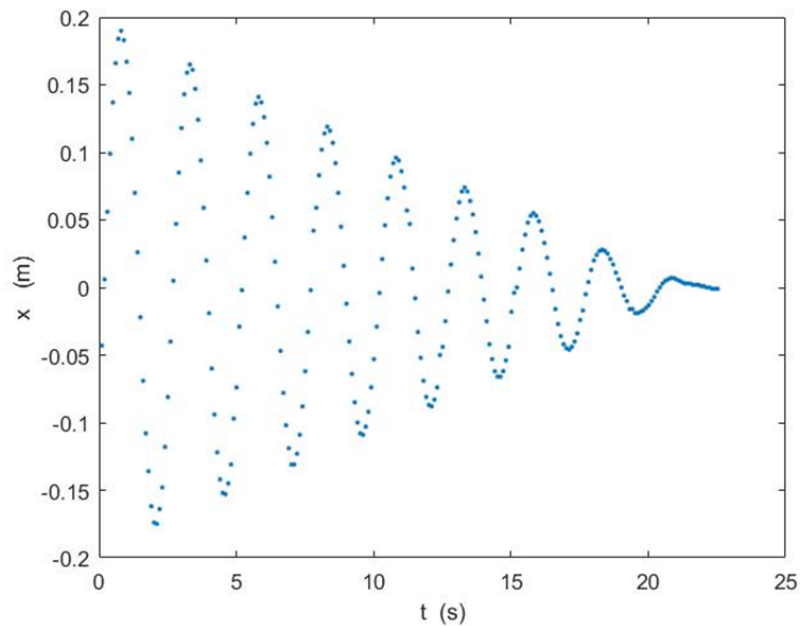

Figura 2
5. Deverá obter um gráfico para a posição em função do tempo semelhante ao da Figura 2, uma curva sinusoidal cuja amplitude diminui no tempo devido às forças de atrito (não-conservativas).